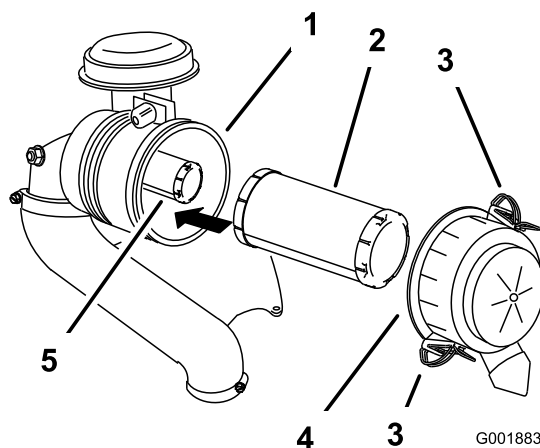

Figura 59
- Rilasciate i dispositivi di fermo del filtro dell'aria e togliete il coperchio dal corpo del filtro (Figura 59).
- Estraete con cautela il filtro primario dal corpo del filtro dell'aria (Figura 59).
- Se sostituite il filtro interno, inseritelo con cautela nel corpo del filtro (Figura 59).
- Montate con cautela il filtro primario sul filtro di sicurezza (Figura 59).
- Montate il coperchio del filtro dell'aria e chiudete i fermi (Figura 59).